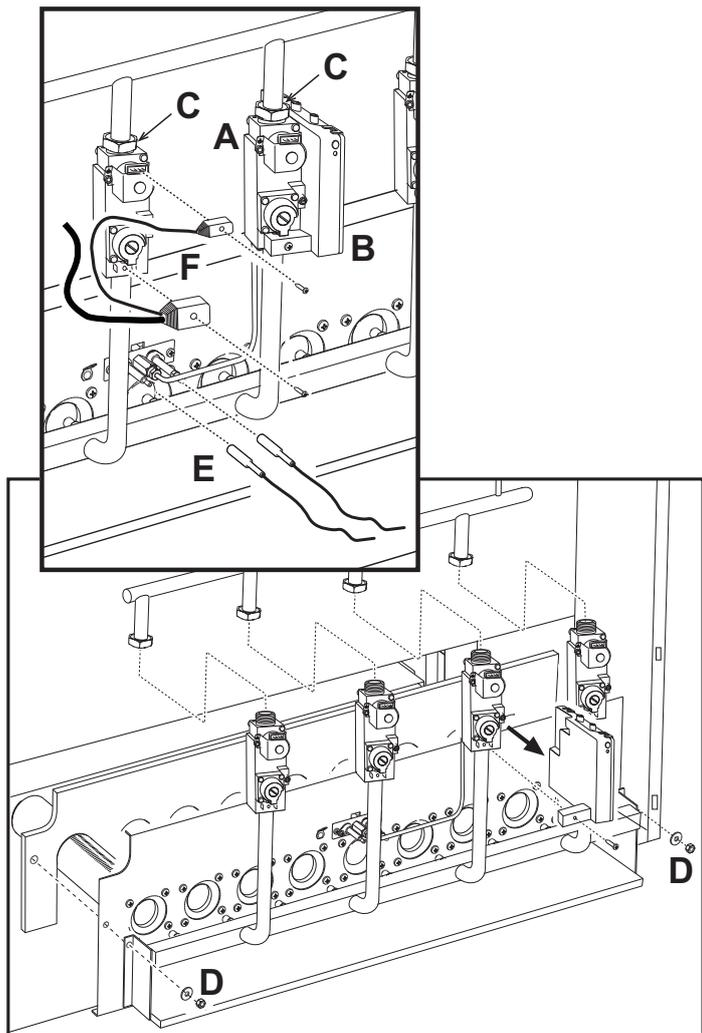

рис. 7 - Демонтаж и очистка горелок
- Открутите два винта, крепящие электронный блок контроля за пламенем (поз. В - рис. 7) к газовому клапану (поз. А - рис. 7), и отсоедините последний от клапана.
- Открутите винты крепления разъемов (F) к газовым клапанам и отсоедините последние от клапанов.
- Отсоедините кабели системы розжига и ионизации (E) от блока электродов.
- Отвинтите гайки крепления трубы подачи газа, расположенной перед газовыми клапанами (поз. С - рис. 7).
- Развинтите две гайки крепления дверцы камеры сгорания к чугунным элементам корпуса котла (поз. D - рис. 7).